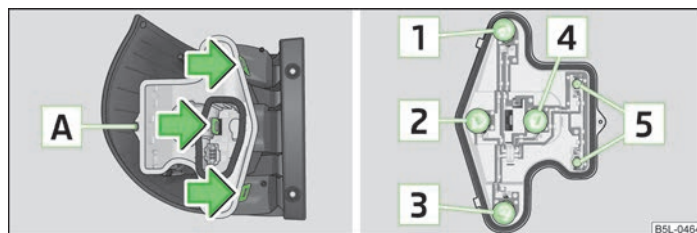

Fig. 172 Demontarea părții centrale a farului / blocul optic spate: Dispunerea becurilor
Prezentare generală a dispunerii becurilor » fig. 172.
- › Pentru a ajunge la becuri, deșurubați cu cheia torx șurubul de siguranță [A] » fig. 172 și apăsați cele trei praguri în sensul indicat de săgeată. Scoateți suportul din plastic al lămpii.
- › Pentru înlocuirea becurilor [1], [2], [3] sau [4] » fig. 172, rotiți dulia becului, până la limită, în sens antiorar și îndepărtați becul din carcasă, respectiv scoateți becul [5] din dulie.